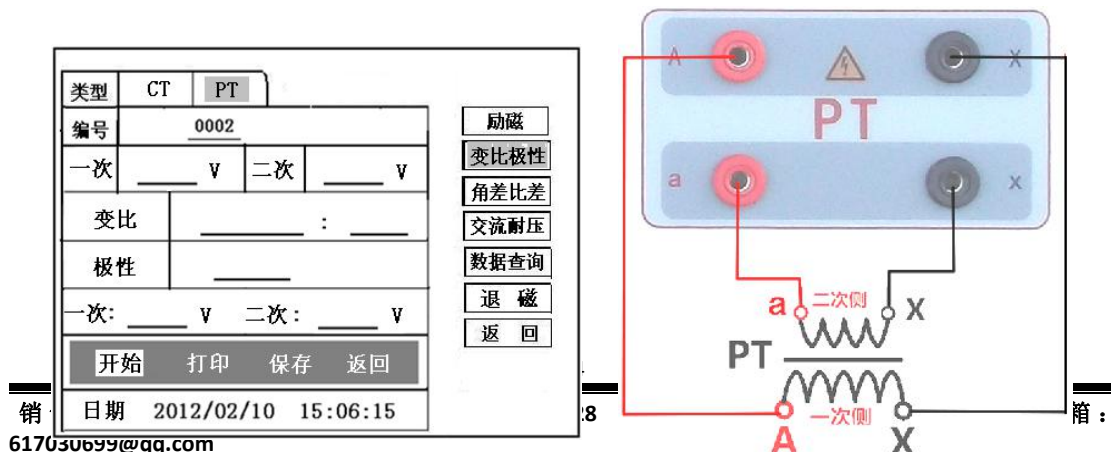

图 23, PT 变比极性测试界面 图 24 , PT 变比极性 (角差比差) 接线图
1) 参数设置：测试界面见图 23。
按照图 24 进行接线，PT 一次侧接 A、X，PT 二次侧接 a、x。进入 PT “变比极性” 测试界面，如图 23。设置二次侧额定电压及编号后，旋转控制器将光标移动至“开始”选项，按下控制器，试验即开始。